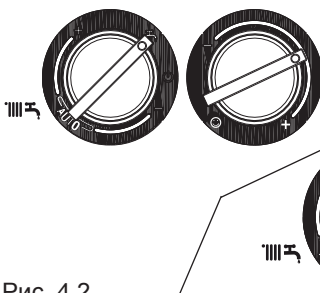

Рис. 4.2
- установите переключатель режимов работы на символ «🌡» (рис. 4.2)